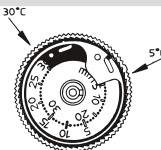

Fig. 2
- Drei mot urretningen. Det er de ytterstliggende tallene på skalaen som gjelder! Stikk inn en kulepennspiss i hullet, og dreii den røde ringen til venstre til 23°C (maks-skala fig. 2).